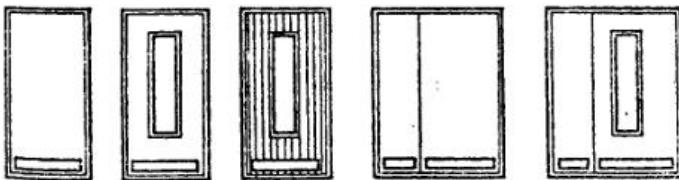

Рис. 5.28. Наружные двери.
*Наружные двери* должны быть массивными (рис. 5.28). Лучшим материалом для них является дуб и лиственница, покрытые прозрачным лаком. Менее удобны покрашенные двери из мягкой древесины.